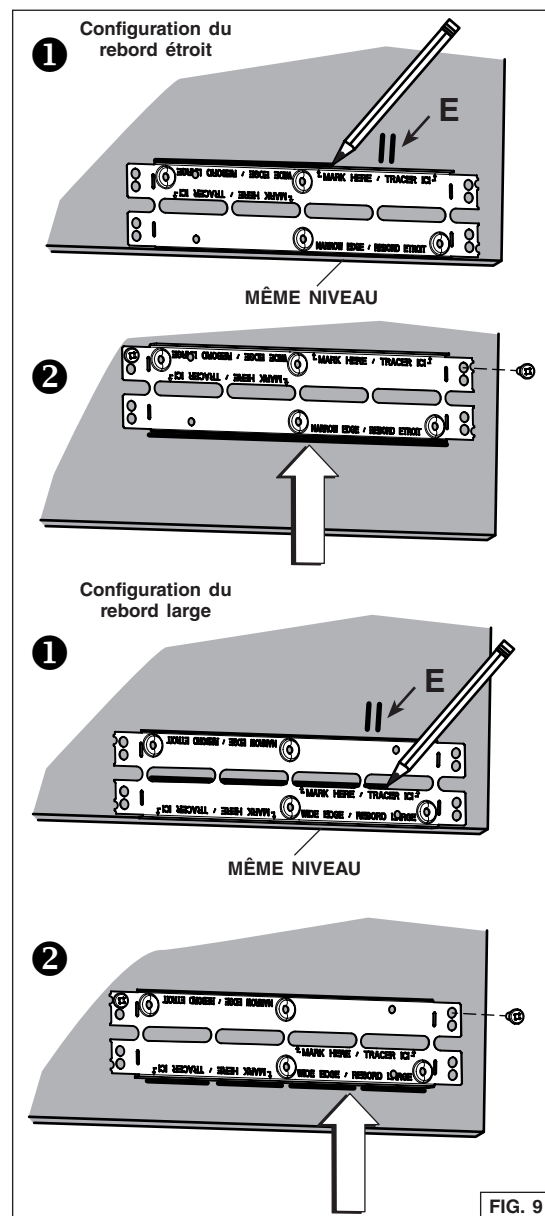

FIG. 9
4. Repérer les crochets *Ease of Install* sur l'appareil (distance donnée à partir du rebord avant, FIG. 8). Insérer temporairement l'appareil dans l'armoire et tout en retenant l'appareil, marquer sur les deux côtés de l'armoire l'emplacement des crochets *Ease of Install* (illustré en **E** dans la FIG. 9 en page suivante). Retirer l'appareil.
5. Installer les supports d'armoire comme suit (FIG. 9) :
- ❶ Placer le support au même niveau que le bas du panneau droit de l'armoire, en centrant la marque de l'emplacement des crochets (E) entre les trous en relief inférieurs. Pour la configuration du rebord étroit, tracer une ligne sur le dessus du support. Pour la configuration du rebord large, tracer une ligne à la base des fentes centrales.
- ❷ Monter le support au même niveau que la ligne tracée. Fixer le support au panneau de côté de l'armoire à l'aide de 2 vis à bois n° 8 x 5/8 po (incluses dans le sac de pièces) dans les trous supérieurs.